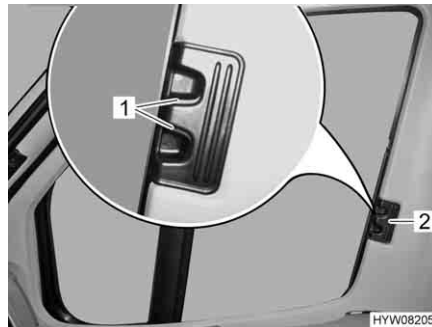

Bild 83 Faltdunkelung für Fahrer-/Beifahrerfenster
- Entriegelungsgriffe (Bild 83,1) zusammendrücken und gedrückt halten.
- Die Faltdunkelungen für das Fahrerfenster und das Beifahrerfenster am Griff (Bild 83,2) zur anderen Fensterseite ziehen und an den Magnetstreifen aneinanderfügen.
- Die Faltdunkelungen für das Fahrerfenster und das Beifahrerfenster am Griff (Bild 83,2) bis zum Anschlag einschieben.
- Entriegelungsgriffe (Bild 83,1) loslassen und einrasten lassen.